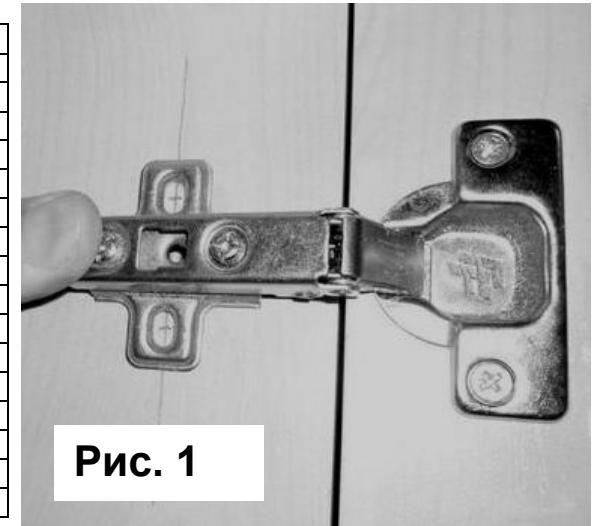

Рис. 1
- Соберите шкаф.** Соедините детали п.1— 6 на евровинты. Выровняв бока и проверив равенство диагоналей заднего проёма, прибейте гвоздями задние стенки (поз.7). Шилом разметьте на внутренней стороне боков (п. 1, 2) места для крепления фланцев штанги. Рекомендуемое положение штанги: 250-280 мм от передней кромки; 50-70 мм от крышки. Установите штангу-трубу во фланцы и закрепите их бокам на шурупы 4*16. Закрепите на двери шкафа (поз.8, 8Ф) петли со вставленными до упора кронштейнами (ответными планками) на шуруп 4*13 (Рис. 1) и навесьте двери. Навешивание производим, предварительно положив изделие на бок. На расстоянии 37мм. от ребра корпусной детали, на которую будем навешивать дверь, напротив предполагаемых мест установки петель проводим параллельную торцу детали линию. Выравниваем верхнее ребро двери с верхней плоскостью крышки шкафа и крепим по линии ответных планок к бокам шурупами 4*13 (см. Рис.1). Для проведения дальнейшей сборки рекомендуется установить шкаф на место эксплуатации.